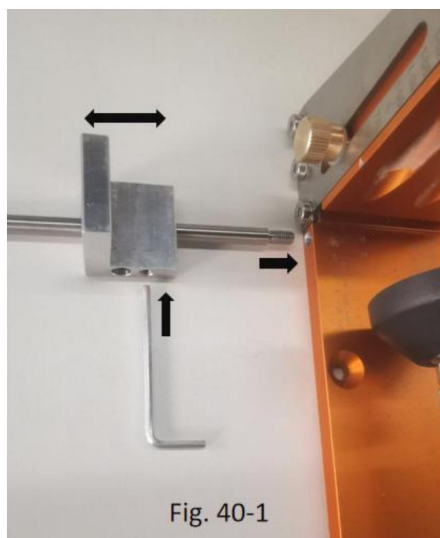

Fig. 40-1
3.1 bloc coulissant et tiges allongées Fig40-1